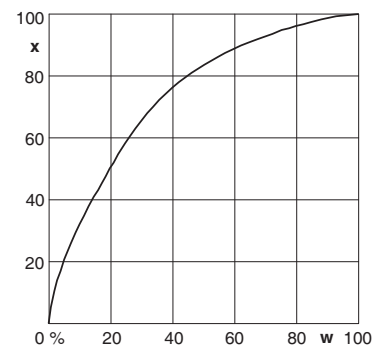

Bild 4.3
4.3 "Invers gleichprozentig": Ergibt an einem Ventil mit linearer Charakteristik eine invers gleichprozentige Kennlinie mit dem Stellverhältnis 50:1. Siehe Bild 4.3